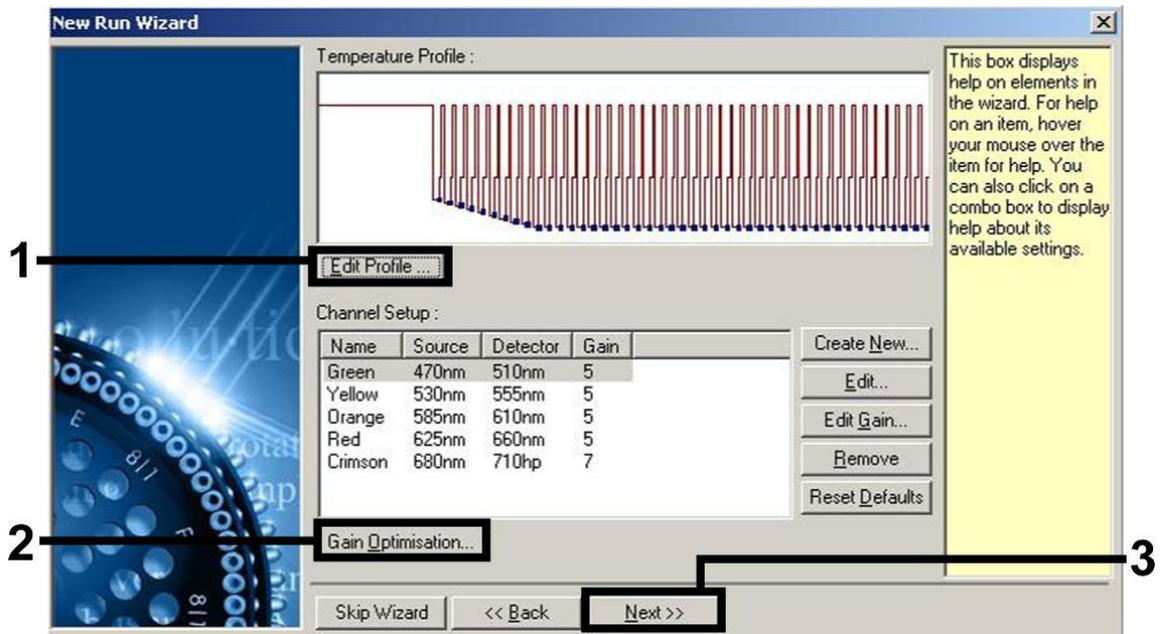

Figura 3. Edición del perfil.
- Haga clic en el botón "Edit Profile" (Editar perfil) en el siguiente cuadro de diálogo "New Run Wizard" (figura 3) y programe el perfil de temperatura tal como se muestra en las figuras 3-5.
9. El intervalo de detección de los canales de fluorescencia debe determinarse según las intensidades de fluorescencia de los tubos de PCR. Haga clic en "Gain Optimisation" (Optimización de ganancia) en el cuadro de diálogo "New Run Wizard" (consulte la figura 3) para abrir el cuadro de diálogo "Auto-Gain Optimisation Setup" (Configuración de la optimización de ganancia automática). Configure la temperatura de calibración en 65 para que coincida con la temperatura de apareamiento del programa de amplificación (figura 6).